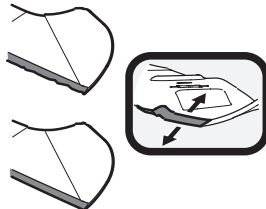

Figure 32
- Pour aiguiser correctement les lames de coupe, aiguissez les deux tranchants des lames de façon égale, parallèlement à la voile, à un angle de 25° à 30°. Aiguissez toujours chaque lame de coupe de façon égale pour assurer l'équilibre des lames (Figure 32).